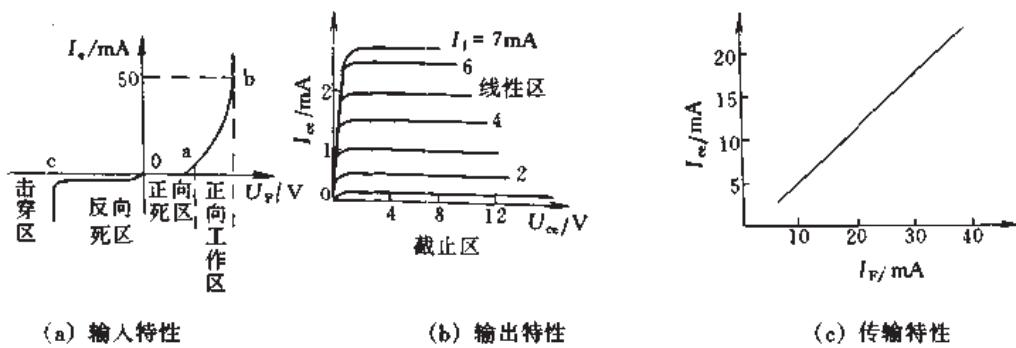

图 2.1.30 光电耦合器的特性曲线
(1) 输入特性 光电耦合器的输入端是发光二极管，因此它的输入特性可用发光二极管的伏安特性来表示，见图 2.1.30 (a)。由图可见它与普通晶体二极管的伏安特性基本一样，但有两点不同：一是正向死区较大，可达 0.9~1.1V，外加电压大于这个数值时，二极管才能发光；二是反向击穿电压很小，只有 6V 左右，使用时要特别注意输入端的反向电压不能大于 6V。
(2) 输出特性 光电耦合器的输出端是光电三极管，因此光电三极管的伏安特性就是它的输出特性，见图 2.1.30 (b)。由图可知，它与普通晶体三极管的伏安特性曲线是相似的，不同之处在于它是以发光二极管注入的电流 I_F 为参变量。正常情况下，管子工作在线性区，这时在一定的 I_F 下，所对应的 I_{ce} 基本上与 U_{ce} 无关。
(3) 传输特性 光电耦合器的传输特性是指输出电流与输入电流之间的关系，见图 2.1.30 (c)。在一定范围内，发光二极管发出的光能与输入电流 I_F 成正比，而光电三极管输出的电流 I_O 与接收的光能成正比，因此输出电流 I_O 与输入电流 I_F 之间基本呈线性关系。